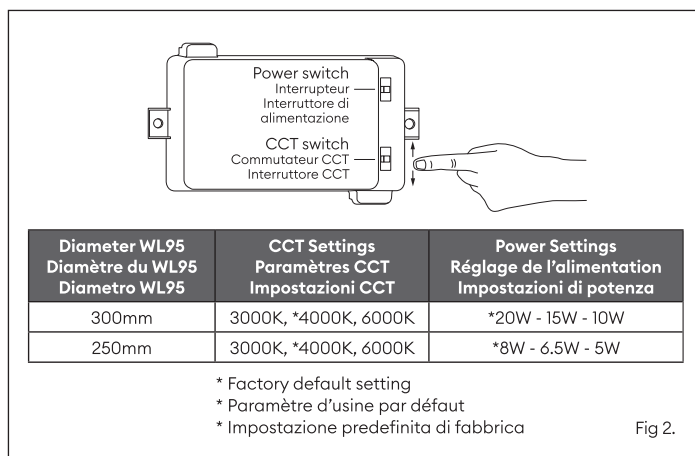

Fig 2.
4. Set required CCT (LED colour) and power output. (fig 2). 4000K and highest power set as standard.
4. Réglez la CCT (couleur de la LED) et la puissance de sortie (fig. 2). 4000 K et la puissance la plus élevée sont les unités standard.
4. Impostare il CCT (colore del LED) e la potenza di uscita desiderati. (fig. 2). 4000K e massima potenza sono impostati come standard.